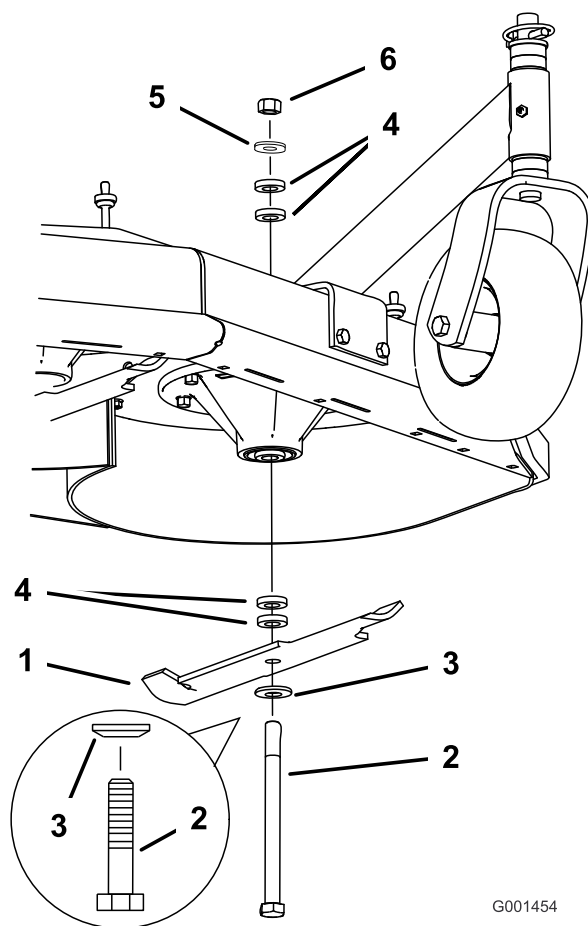

Figure 15
4. Maintenez le boulon de lame et retirez l'écrou. Insérez le boulon dans le pivot et changez les entretoises selon les besoins (Figure 15).
5. Posez le boulon, la rondelle bombée, la lame et ajoutez des entretoises et fixez-les avec une rondelle mince et un écrou (Figure 15).